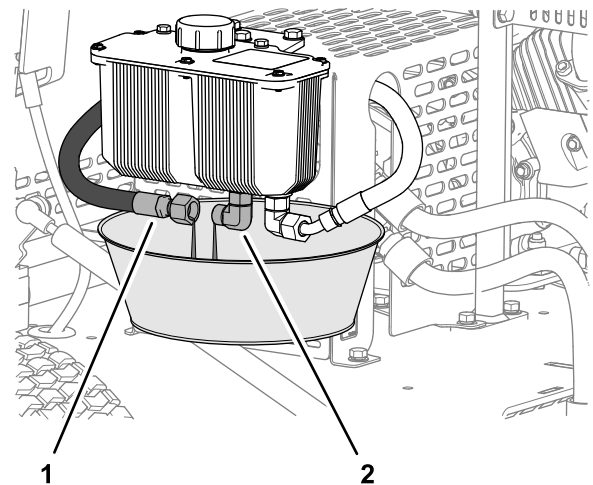

Figura 37
1. Coloque un recipiente de 2 litros de capacidad bajo el depósito hidráulico (Figura 37).
2. Retire la manguera de suministro hidráulico del acoplamiento del depósito y deje que se vacíe totalmente el fluido hidráulico (Figura 37).